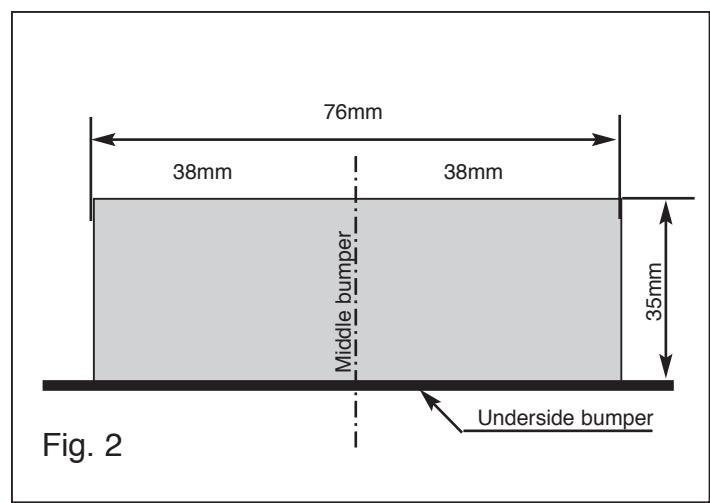

Fig. 2
3. Saw out the part of the bumper indicated, using fig.2 as a guide. Position the bumper and attach it to the towbar at points A using two M6 nuts, including flat and spring washers. Attach the bumper to the remaining fixing points on the car.
3. Segare via una parte dalla base del paraurti, come indicato in fig. 2. Posizionare il paraurti e fissarlo al gancio traino, inserendo due bulloni M6, completi di rondelle e rondelle elastiche, a livello dei punti A. Fissare il paraurti al veicolo negli altri punti di fissaggio. Montare l'alloggiamento della sfera. Montare il portapresa a scomparsa. Rimontare quanto rimosso al punto 1.
3. Gemäß Abb. 2 einen Tell an der Unterseite aus der Stoffsangle her-ausstagen. Die Stoffsangle allegen und bei den Punkten A an der Anhängerwölbung mit zwei M6-Muttern einschließlich Unteregg schließen und Federringen befestigen. Die Stoffsangle an den übrigen Punkten ebenfalls mit zwei M6-Muttern einschließlich Unteregg schließen und Federtringen befestigen. Die Stoffsangle am Auto befestigen.